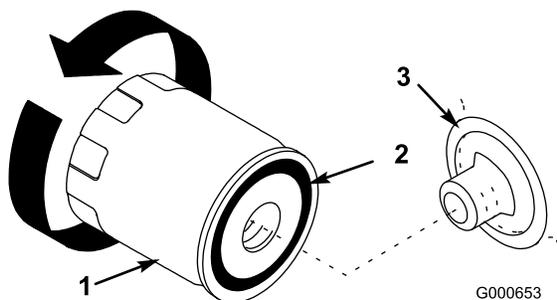

Рисунок 23
- Снимите старый фильтр и протрите поверхность прокладки переходника фильтра (Рисунок 23).
10. Нанесите тонкий слой свежего масла на резиновую прокладку нового фильтра (Рисунок 23).
11. Установите новый масляный фильтр в адаптер фильтра. Поверните масляный фильтр по часовой стрелке, пока резиновая прокладка не соприкоснется с адаптером фильтра, после этого затяните фильтр, повернув его еще на пол-оборота (Рисунок 23).